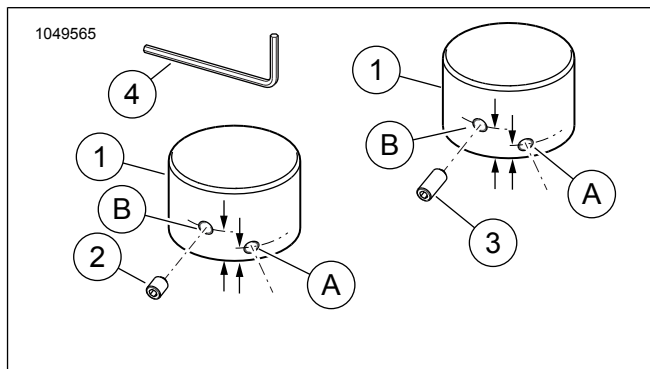

Figure 2. Kit de cache-écrous d'axe de roue avant
Consultez Figure 2 et Tableau 1 .
1. Consultez Figure 2 . Prenez un couvercle (1) et la vis de pression **longue** (3) dans le kit.
5. Consultez Figure 2 . Serrez la vis de pression adéquatement à l'aide de la clé hexagonale (4).